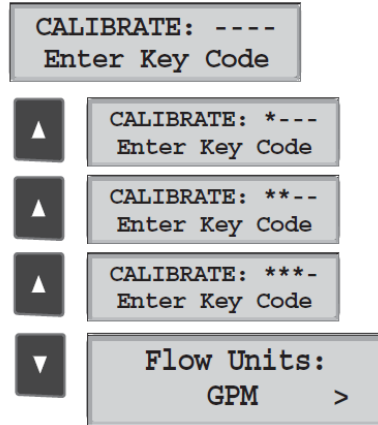

Figura 3.2: Código de ingreso al menú de opciones.
- Ingresar el código secuencial de teclas como se muestra en la figura 3.2, tres flechas arriba y una abajo.